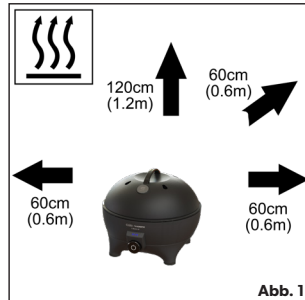

Abb. 1
- Verwenden Sie den Grill nicht in einem Umkreis von 60cm um brennbare Materialien. Mindestabstände sind: Über dem Grill 1,2 m. Hinten und an den Seiten 60 cm (siehe Abb. 1).